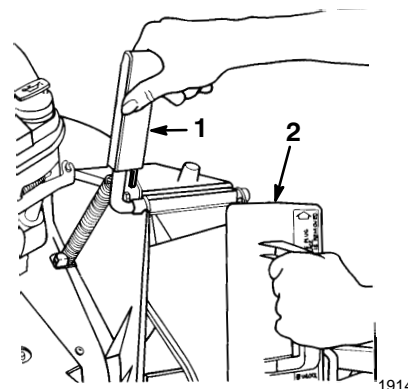

Abbildung 5
- Die Auswurfkanaltür öffnen, indem der Griff nach hinten gezogen wird (Abb. 5).
- Den Stopfen etwas im Uhrzeigersinn drehen, während er eingesetzt wird (Abb. 5).